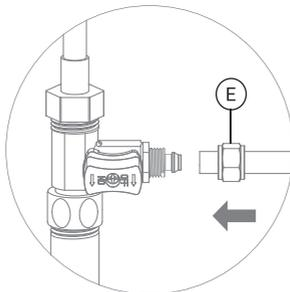
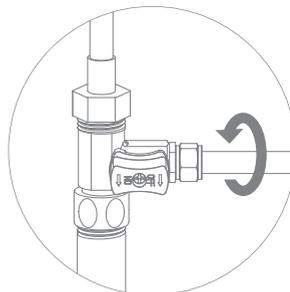

Рис. 7
Рис. 8
2. В гайку (Е) проденьте пластиковую трубку (рис. 7), идущую от фитинга на вход в фильтр. Конец трубки наденьте на штуцер тройника-адаптера до упора и плотно закрутите гайку (рис. 8).